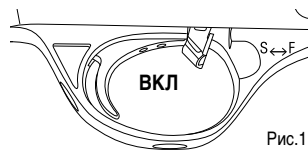

Рис.1
- чтобы установить винтовку на предохранитель, необходимо перевести кнопку предохранителя в положение ВКЛ, как изображено на рис.1. В данном положении ваша винтовка находится в безопасном режиме.
ВНИМАНИЕ: Пока вы не готовы к стрельбе, не снимайте винтовку с предохранителя (Рис.1)